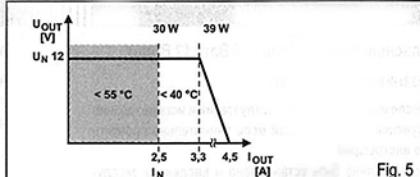

Fig. 5
5. Sortie (②, Fig. 5)
Intensité de sortie. (Se référer à la Figure 5).